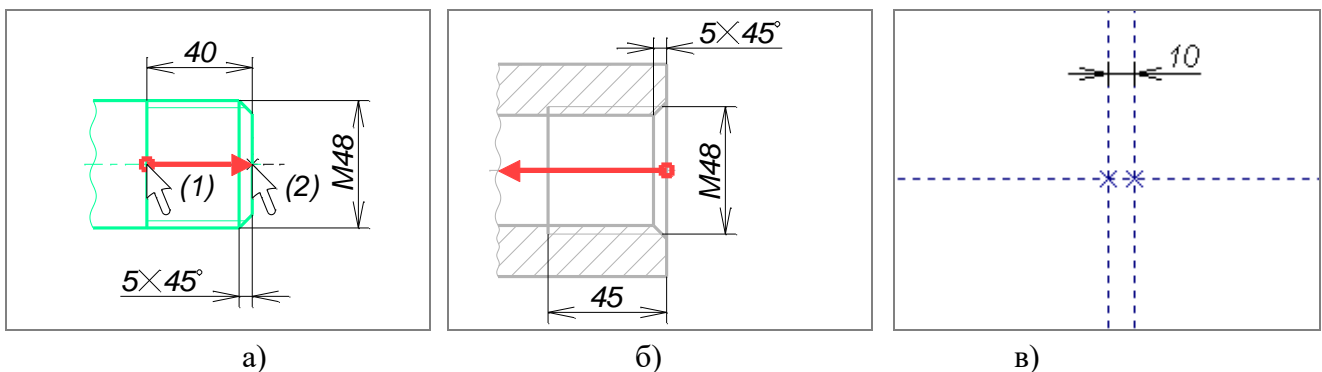

Рисунок 24 – Порядок создания фрагментов пробки и втулки предварительные построения на чертеже сборки
2.2.4 Постройте вектор привязки с двумя точками. Порядок построения: Вызвать команду  («Построения|Вектор привязки»). Выбрать две точки вектора привязки. Затем в окне параметров вектора привязки задать связь со слоями изображения: параметр «Связь со слоями» установить в значение «Рисовать только помеченное», в списке слоев отметить слой «1» (рисунок 24а). Полученный файл сохраните с именем «Пробка» и закройте.